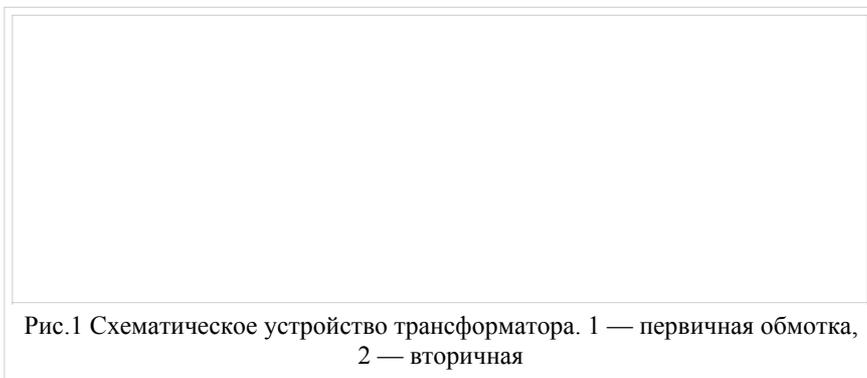

Рис.1 Схематическое устройство трансформатора. 1 — первичная обмотка, 2 — вторичная
**Трансфо́рма́тор** — не имеющее подвижных частей устройство по преобразованию переменного тока и напряжения по величине без существенных потерь мощности. Трансформатор состоит из нескольких проволочных *обмоток*, намотанных, как правило, на магнитопровод (сердечник) из ферромагнитного магнито-мягкого материала. Схематическое устройство простейшего трансформатора показано на рис.1.